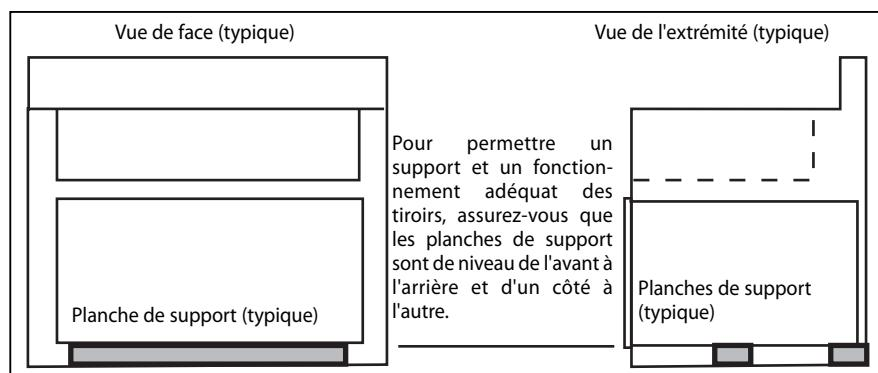

Fig. 6
- Vérifiez que les bords supérieurs des planches sont au même niveau que le bord inférieur de la découpe. (Fig. 6).